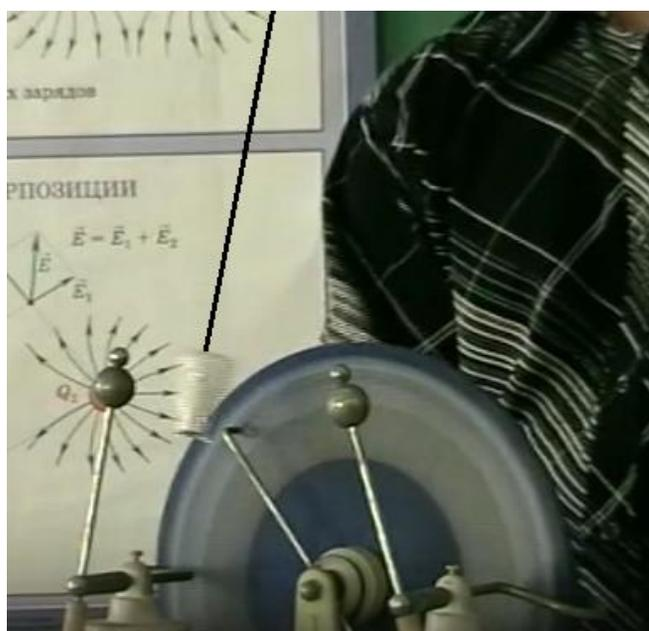

Рис. 2.
2. Аналогичное явление будет наблюдаться, если шарик поместить между кондукторами работающей электрофорной машины (рис. 2).